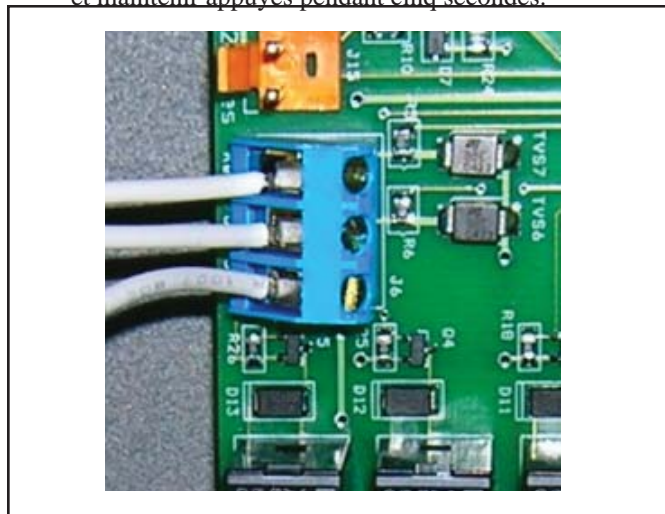

Figure 16a. Connexion de la piscine ou de la mise hors tension ou du spa à distance (3-Connexion trifilaire)
4. Brancher le câblage du système de contrôle de la piscine ou du spa à la prise de commande à distance de la thermopompe (se référer à la figure 16a).